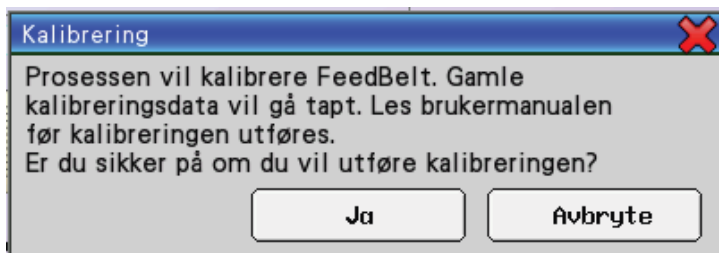

Fig. 30
- **Viktig!** Før kalibreringen vil du bli bedt om å bekrefte om å foreta en kalibrering. Når du har bekreftet vil de gamle kalibreringsverdiene forsvinne og du kan ikke føre. **Se Fig. 30**